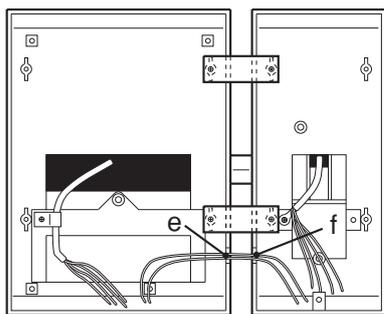

Fig. 5
- Per le interconnessioni tra il Modulo video ed il citofono, seguire quanto indicato in figura sfondando preventivamente le zone **e**, **f**, delle pareti dei supporti da tavolo (Fig. 5).